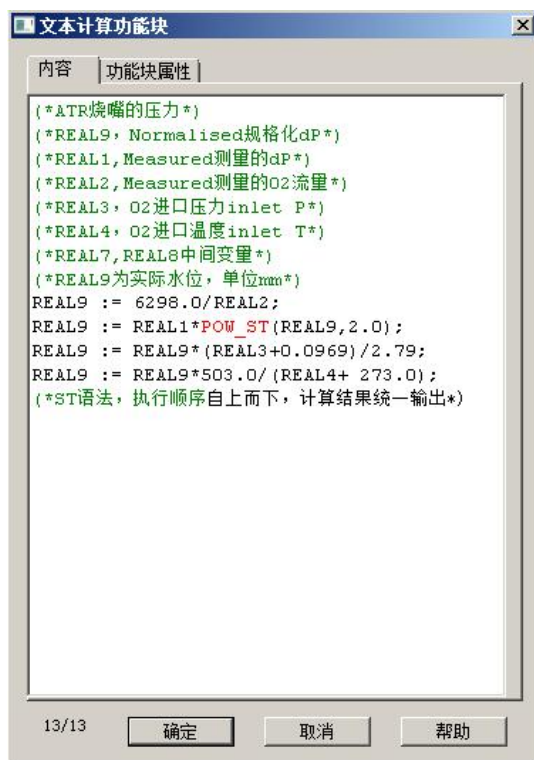

图 1.10.3.2 功能块计算公式编写
- CALC 能块参数设置：功能块内部参数编写如图 1.10.3.2 所示：